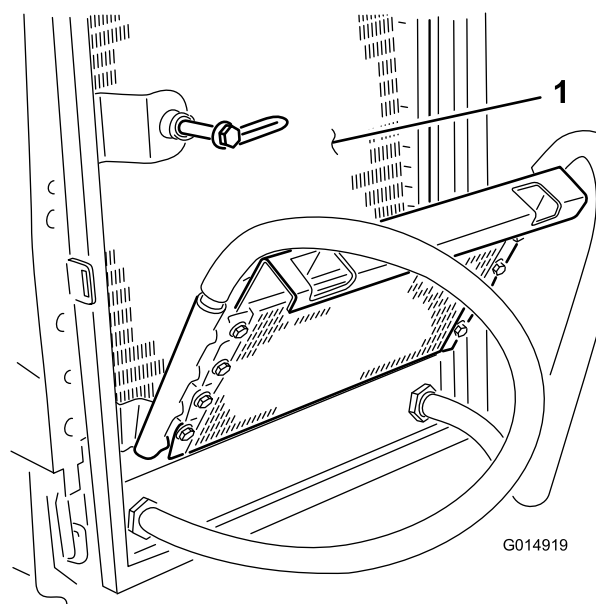

図 44
7. オイルクーラとラジエターの裏表を（図 44）圧縮空気ですて丁寧に清掃する。